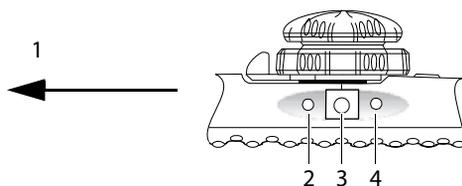

図 2-7 スキャン面回転ボタン
スキャン面の回転は内視鏡操作ハンドルに内蔵されているモーターで駆動し、内視鏡操作ハンドル側のボタンで制御します（図 2-7 を参照）。
❖ 内視鏡操作ハンドル側面のバイプレーンボタン (中央のボタン) を押します。14 ページの図 2-7 を参照してください。
- 3 内視鏡操作ハンドル側面のスキャン面回転ボタンを押して、スキャン面を 0° から 180° まで反時計回りに回転させ、次に 180° から 0° まで時計回りに回転させます。14 ページの図 2-7 を参照してください。